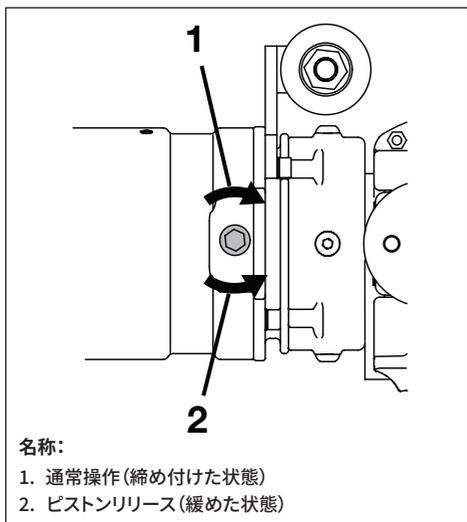

図9:ピストンリリースねじ
カッターを使用する際は、ピストンリリースねじが時計回りにいっぱいまで回っており、しっかりと締め付けられていることを確認してください。8 mmアレンレンチを使用します。図9を参照してください。
3. ピストンリリースねじが時計回りにいっぱいまで回されていることを確認します。図9を参照してください。